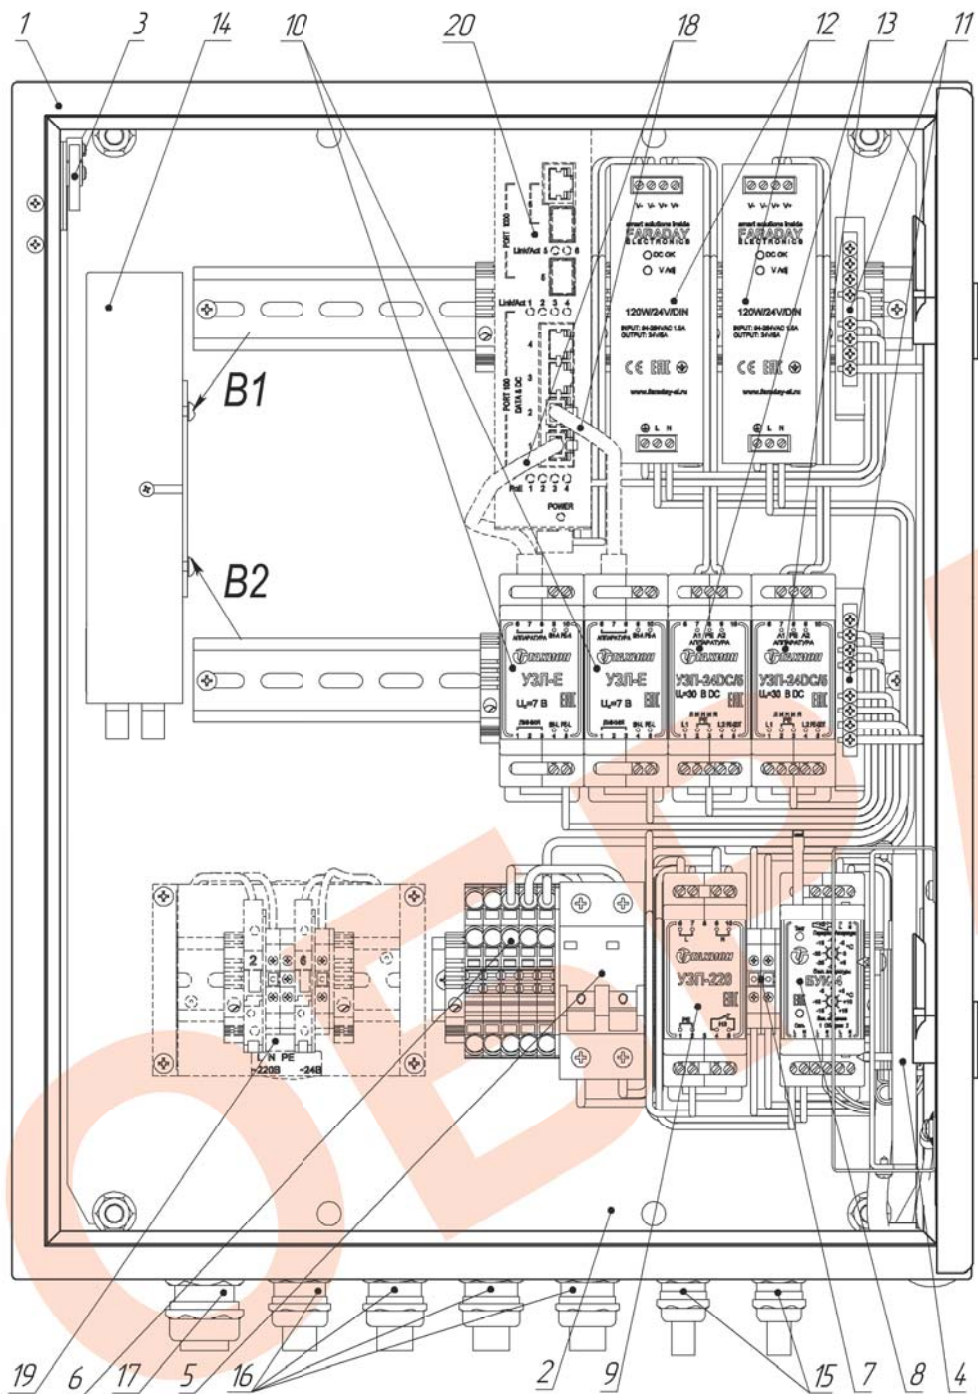

Рис.3. Устройство термошкафа (дверь открыта на 90°)
- снять оптический кросс с кронштейна, ослабив крепежные винты В1 и В2 (рис.3);
5. При необходимости подключить тамперный контакт S2 (рис.3) к внешнему устройству сигнализации.